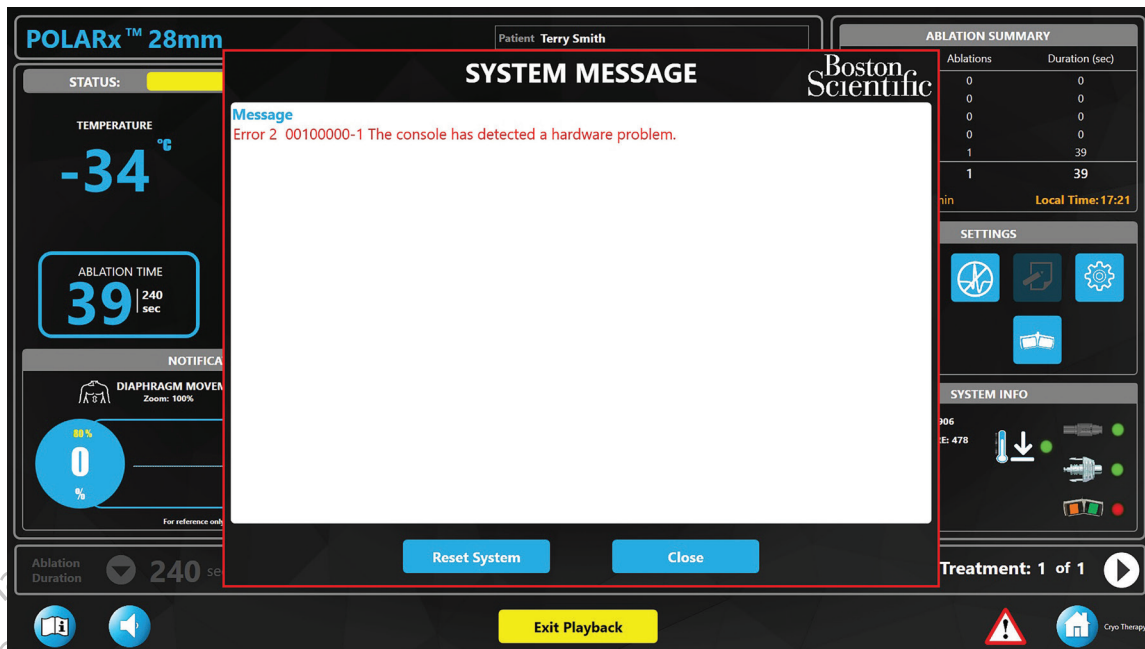

Figura 21. Janela de mensagens do sistema
- Pressione o triângulo vermelho na parte inferior do ecrã para abrir a janela de mensagens do sistema (consulte a Figura 20 e Figura 21).